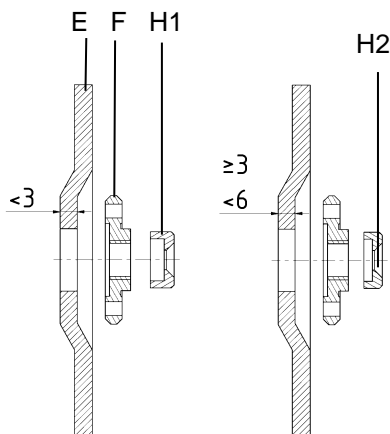

Abb. 2a
Der Befestigungsflansch spannt die Schleifscheibe mit seiner flachen Seite (Abb. 2a).
- Ziehen Sie den Befestigungsflansch mit dem Schlüssel (G) fest.
- Sichern Sie den Flansch mit der Scheibe (H) und der Schraube (J). Verwenden Sie die breite Scheibe (H1) oder die schmale Scheibe (H2) gemäß Abb. 2a und 2b.